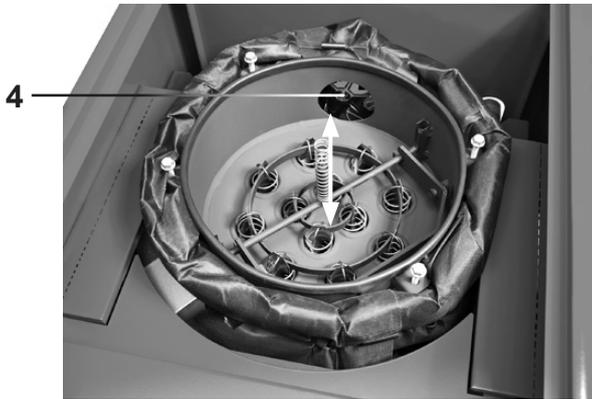

Fig. 08
2. Spostare verso l'alto di circa 20 cm l'unità di regolazione (Fig. 08) e muoverla con forza alcune volte verso l'alto e il basso (circa 10-20 cm).
4. Pulire la ruota a pale (4) del ventilatore con pennello e aspirapolvere; rimuovere le incrostazioni eventualmente presenti mediante raschietto.